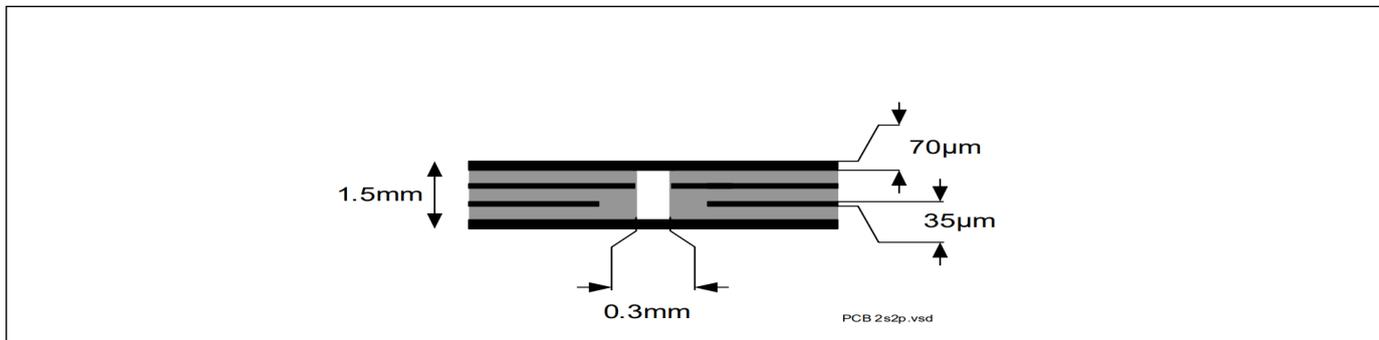

图 4 2s2p PCB 截面
2) 指定的  $R_{thJA}$  值是根据 JEDEC JEDEC JESD51-2,-5,-7 在 FR4 2s2p 板上的自然对流, 在  $T_A = 105^\circ\text{C}$  的两个通道均等耗散 1 W 功耗的情况下; 产品 (芯片+封装) 在 76.4 x 114.3 x 1.5 mm 板, 具有 2 个内部铜层 (2 x 70  $\mu\text{m}$  Cu、2 x 35  $\mu\text{m}$  Cu) 的情况下仿真。在适用的情况下, 裸露的散热焊盘下方的导热过孔阵列接触第一内部铜层。请参考 **图 4**。